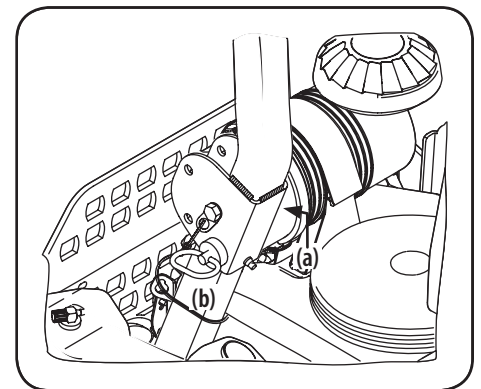

Figure 2-3
1. Retirez la goupille fendue (a) de la goupille de verrouillage (b), puis retirez la goupille de verrouillage (b) du côté gauche et du côté droit de la structure de protection anti-retournement. Voir Figure 2-3.
2. Placez la partie supérieure de la structure de protection anti-retournement en position verticale, insérez les goupilles de verrouillage (a) et fixez-les avec les goupilles fendues (b). Voir Figure 2-3.